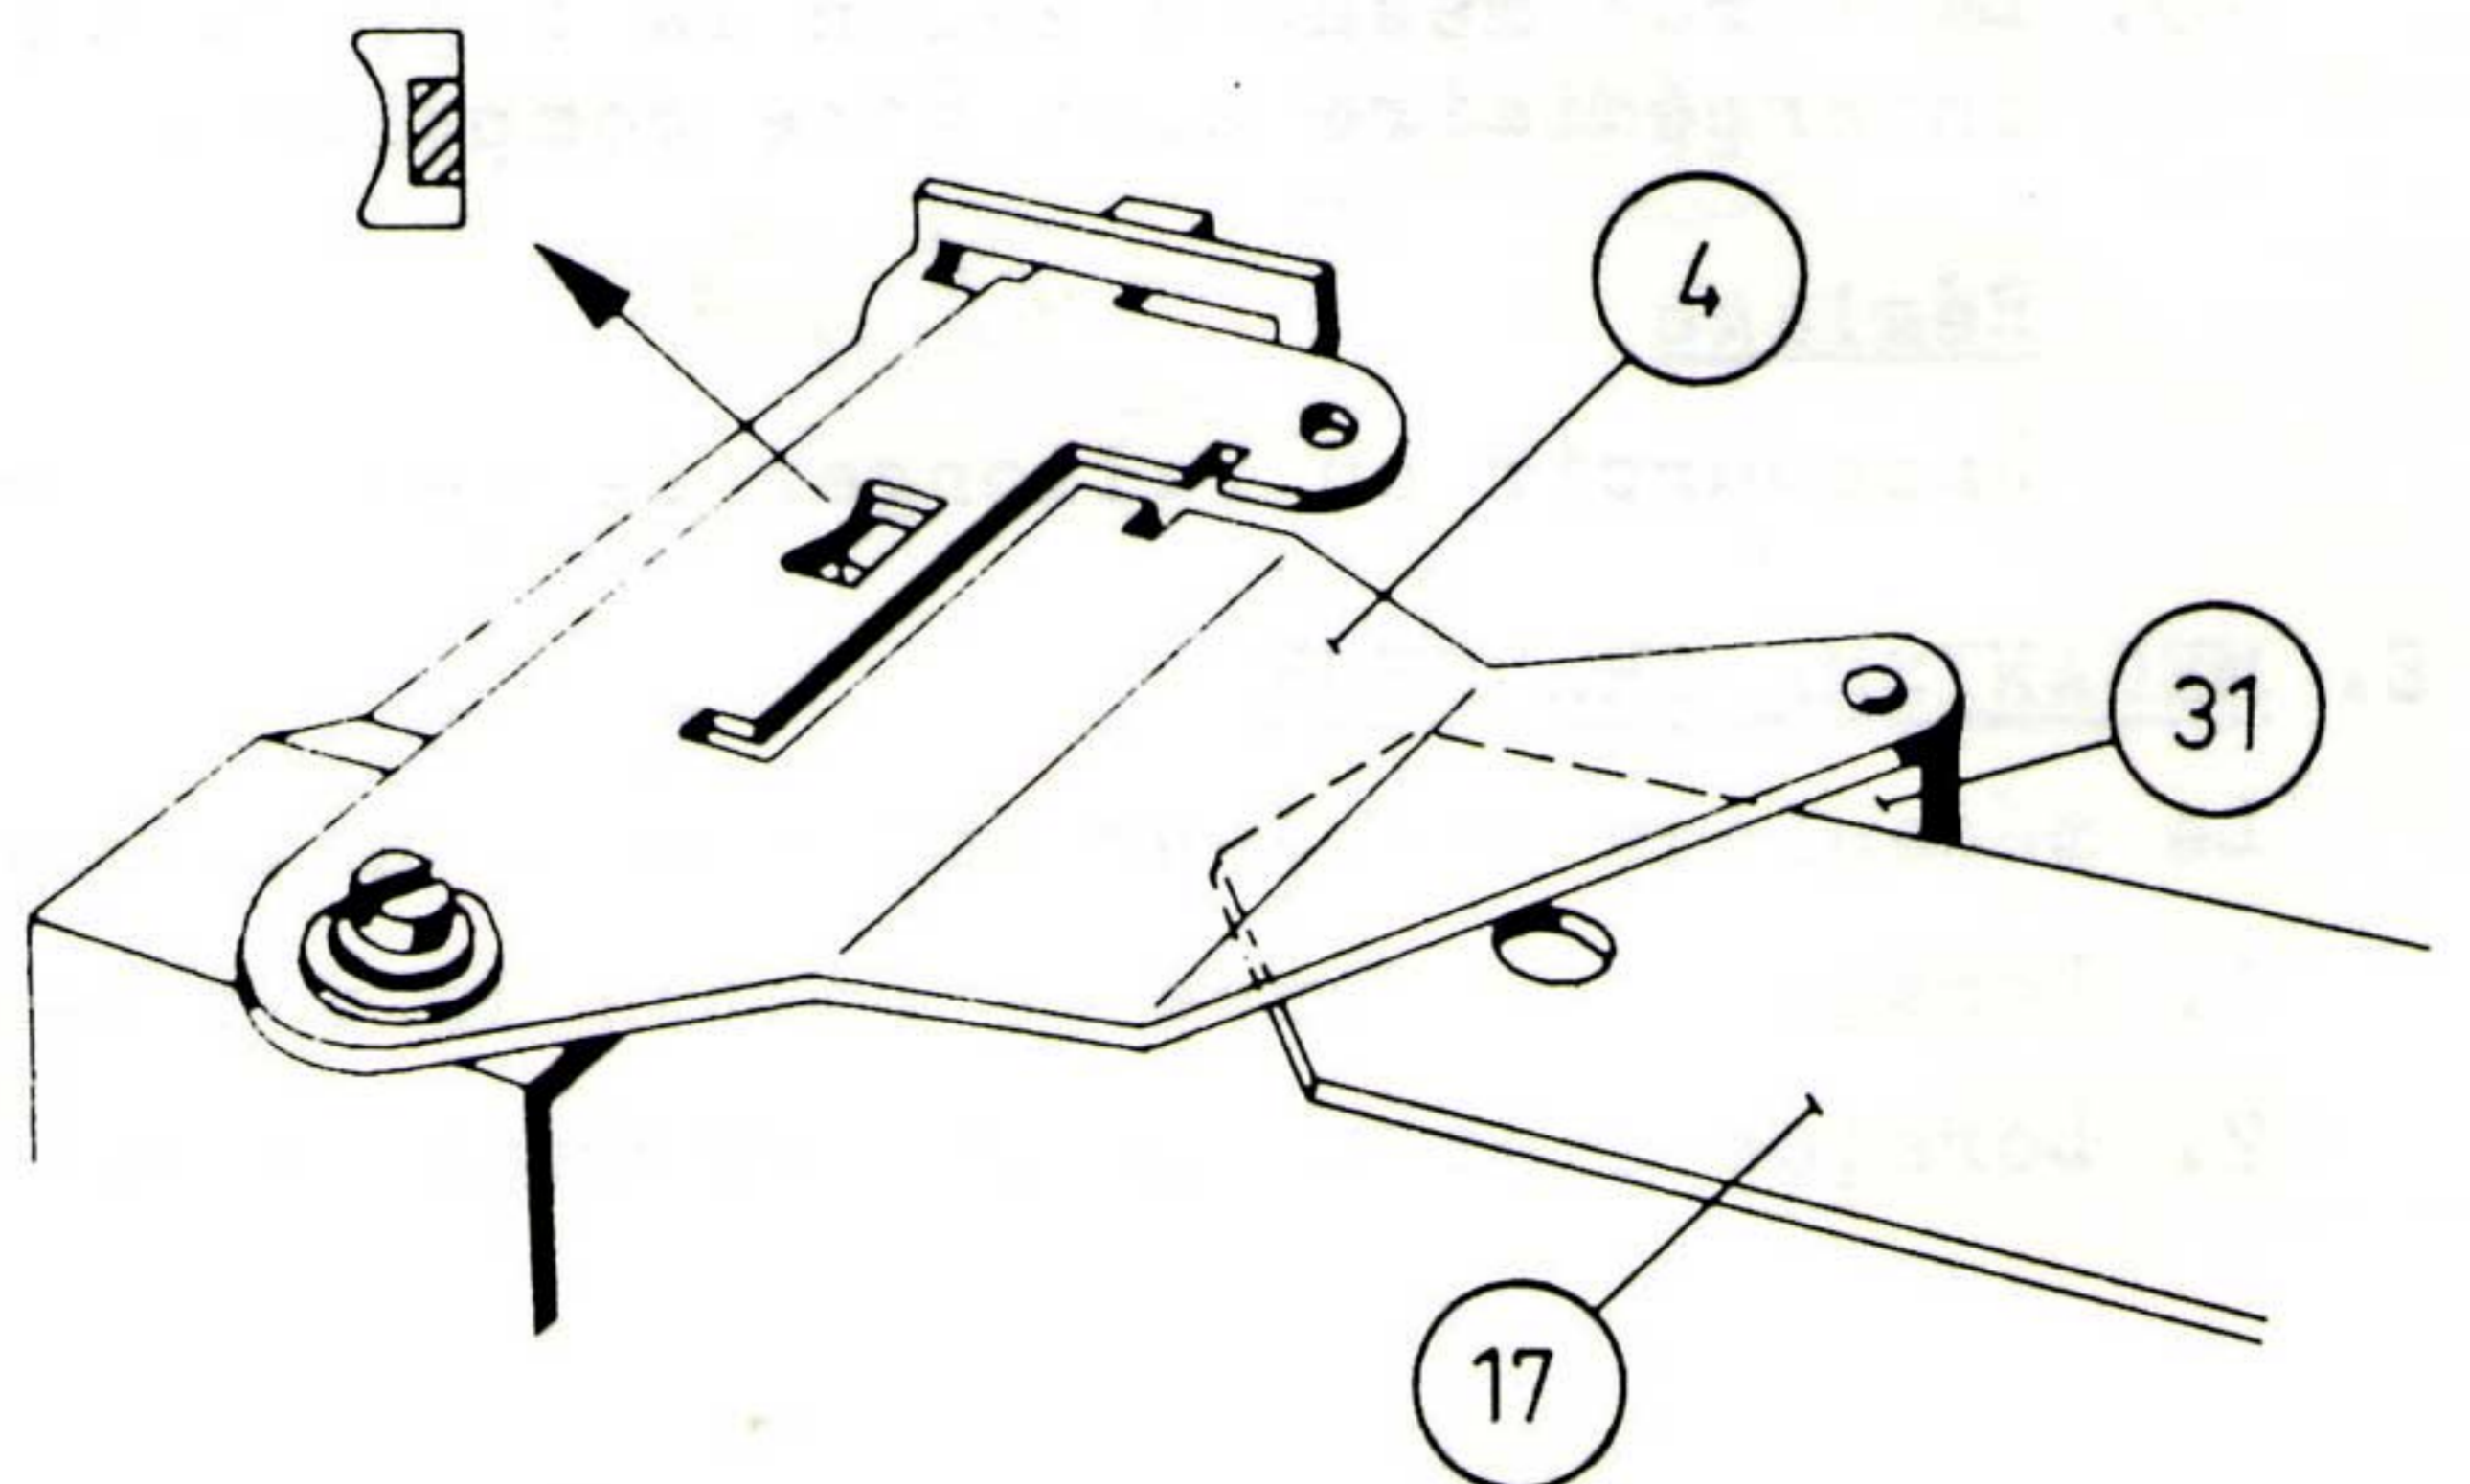

Fig.11
2. Dans la position d'arrêt, l'ergot de la broche de centrage 234 doit être sorti entièrement. L'extrémité de la broche de centrage doit s'appliquer contre le levier de changement 4 (voir la fig. 11).